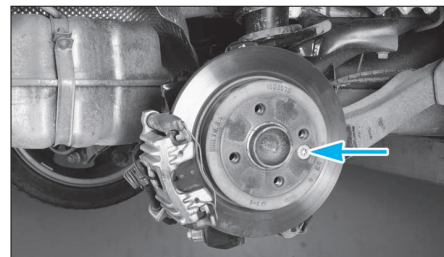

FIG. 17
- la vis de fixation du disque sur le moyeu (Fig.17).